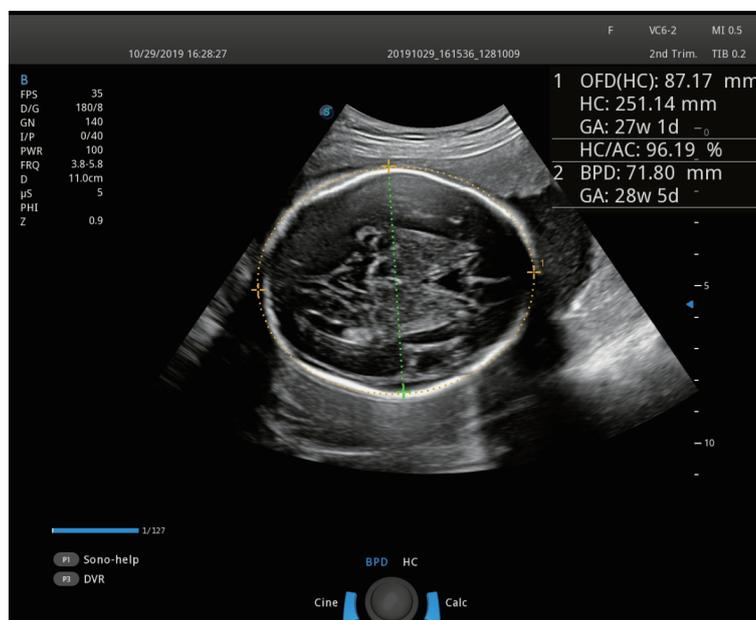

Рисунок 6-59 Вывод изображений на экран _ S-Fetus
2. В режиме реального времени В коснитесь **S-Fetus(meas.)** (S-Fetus (изм.)) на сенсорном экране, чтобы выполнить автоматическое измерение, результаты измерения отобразятся в поле результатов на основном экране, как показано на Рисунок 6-59.